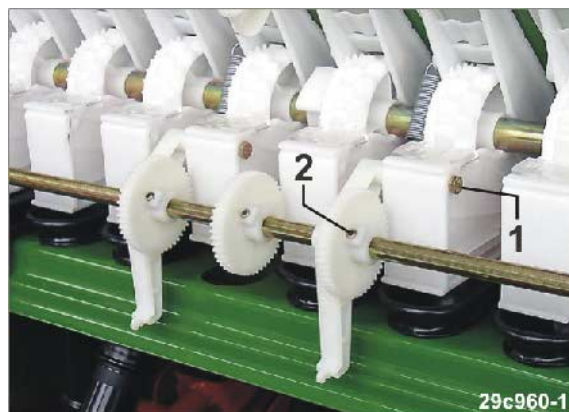

Рис. 229
6. Выкрутите винты (Рис. 229/1).
7. Выверните болты (Рис. 229/2).